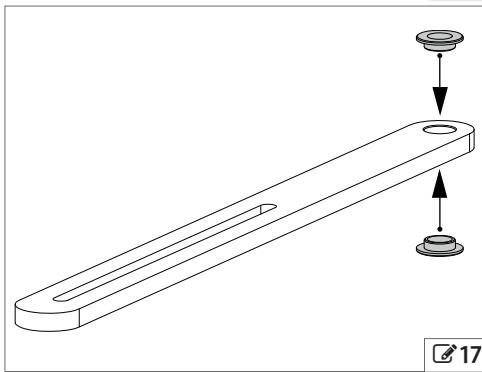

fig 17
2. Appliquer les deux douilles au bras télescopique (fig 17).